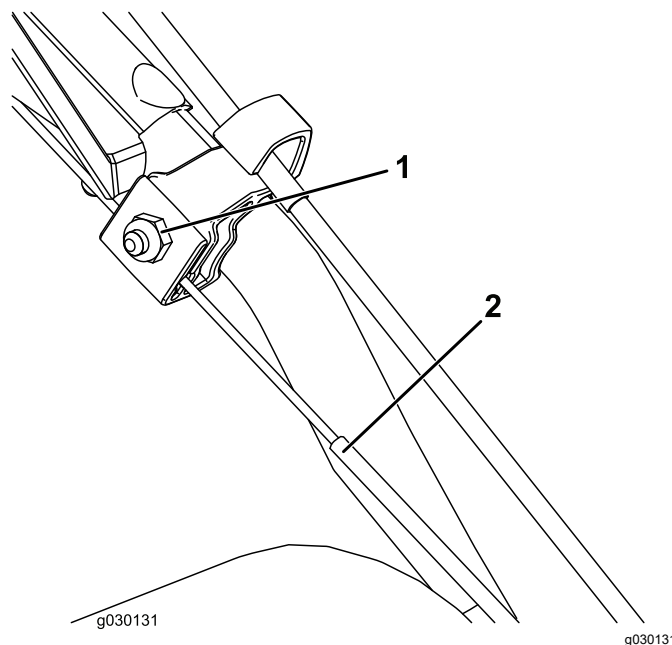

Figure 21
1. Desserrez l'écrou sur le collier supérieur du câble, mais ne le retirez pas (Figure 21).
2. Tirez le câble vers le bas pour le tendre presque complètement (Figure 21).
3. Serrez l'écrou (Figure 21).